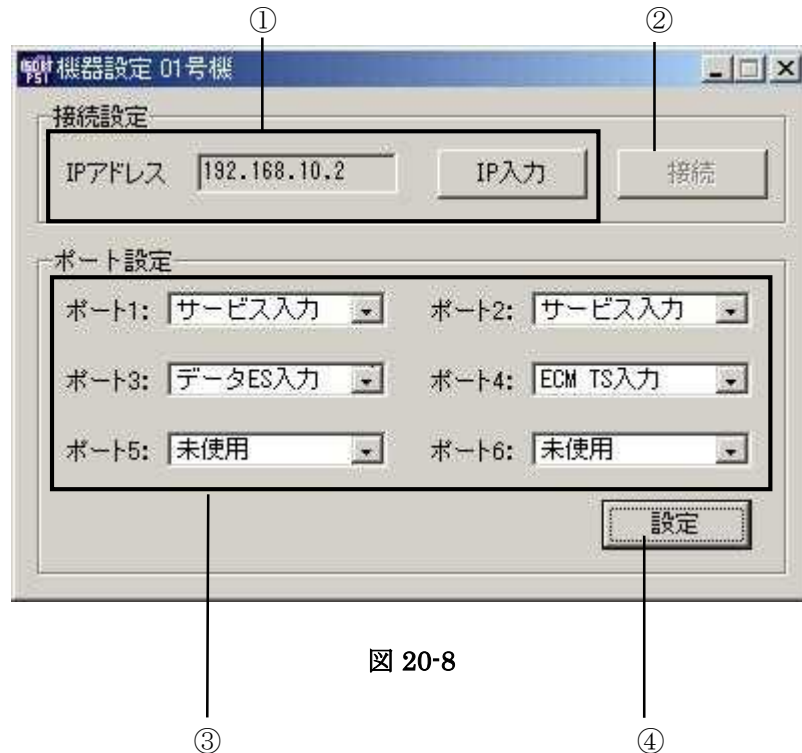

図 20-8
- ① 機器設定画面(図 20-8)のポート設定で「データ ES 入力」を選択したポートが表示されます。
- ② チェックを入れた設定のみ有効となります。
- ③ データ ES の PID 値を入力します。
- ④ ストリーム種別の選択